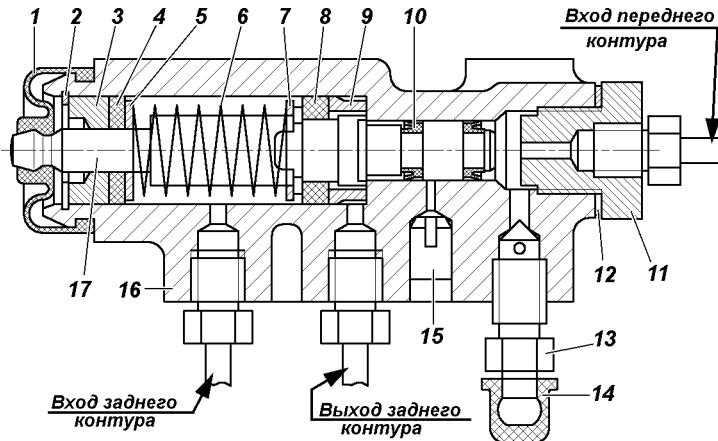
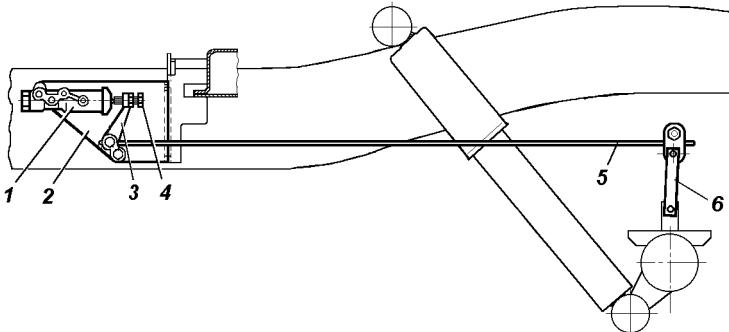

Рис. 9.60. Регулятор давления:
Рис. 9.61. Привод регулятора давления:
**Регулятор давления** (рис. 9.60). При обслуживании проверяйте работоспособность регулятора давления. Очищайте регулятор от грязи и проверяйте надежность его крепления. Внешним осмотром убедитесь, что регулятор и детали его привода не имеют повреждений, отсутствуют подтекания тормозной жидкости и люфты в соединении стойки с упругим рычагом и кронштейном на заднем мосту.
Обращайте внимание при осмотрах гидропривода на расположение контрольной заглушки 15 (см. рис. 9.60) и отсутствие подтекания из-под нее тормозной жидкости. В нормальном состоянии заглушки должна быть утоплена в отверстие корпуса регулятора до упора. При выступании заглушки из отверстия и подтекании тормозной жидкости регулятор подлежит ремонту или замене.
В процессе эксплуатации и при замене задних рессор необходимо регулировать усилие упругого рычага 5 (рис. 9.61) на поршень регулятора. Регулировку производить в следующей последовательности:
3. Завернуть болт 4 (см. рис. 9.61) до соприкосновения его с хвостовиком поршня 17 (см. рис. 9.60) регулятора, повернуть болт на 1 оборот (6 граней головки болта) и затянуть контргайку.
5. Проверить правильность регулировки при движении автомобиля. Для этого, двигаясь по прямому горизонтальному участку дороги с сухим асфальтовым покрытием, затормозить автомобиль до блокировки колес. При исправном регуляторе и правильно выполненной регулировке привода должно быть некоторое опережение блокировки передних колес относительно задних. В случае опережающей блокировки задних колес дополнительно отвернуть болт 4 (см. рис. 9.61) на 1-2 грани головки болта и повторить проверку при движении автомобиля.